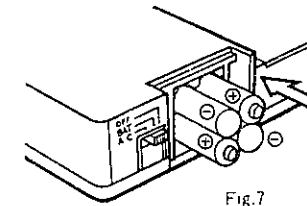

Fig.7
② ⊕, ⊖ の方向に注意して乾電池を入れる。(Fig.7)